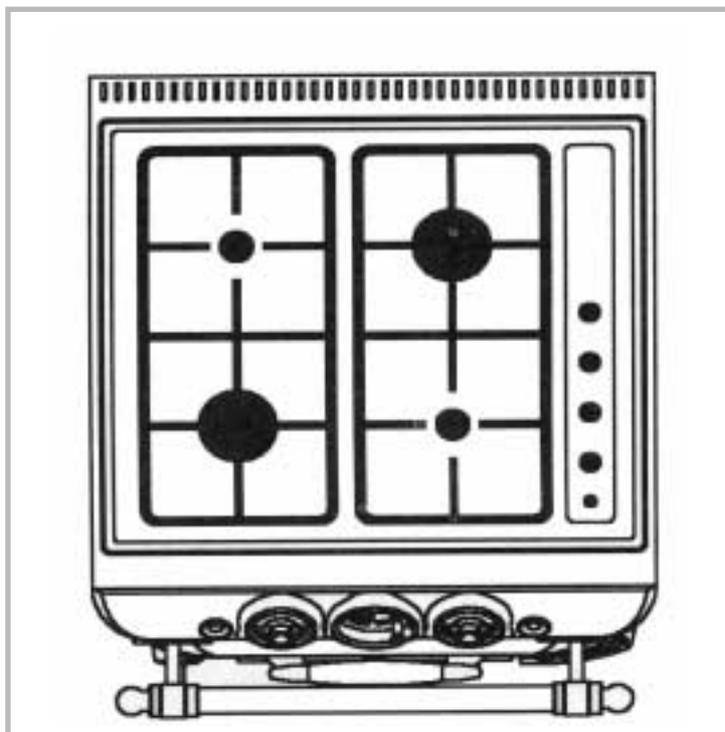

Figure 4 - Table de cuisson à gaz
- Alimentation gaz à l'arrière du côté droit (figure 4).